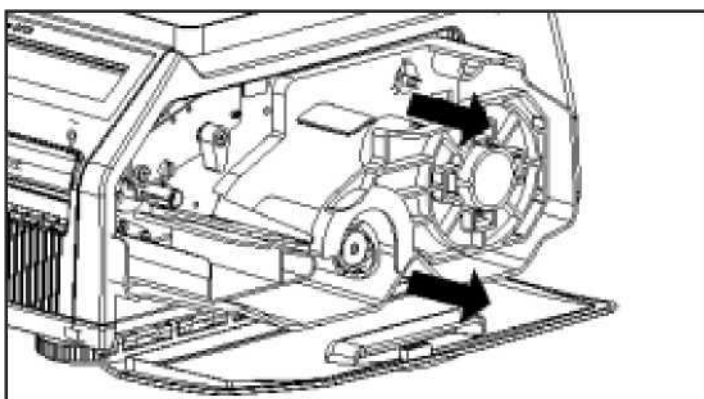

Рисунок 1.16 – Снятие картриджа
3. Выньте картридж (см. рисунок 1.16).